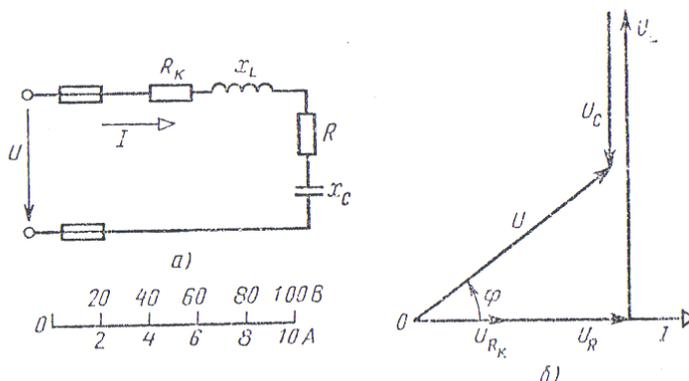

Рис. 3
сопротивлением $r_k = 3 \text{ Ом}$ и индуктивным $x_L = 12 \text{ Ом}$, активное сопротивление $R = 5 \text{ Ом}$ и конденсатор с сопротивлением $x_C = 6 \text{ Ом}$ (рис. 3, а). К цепи приложено напряжение $U = 100 \text{ В}$ (действующее значение). Определить: 1) полное сопротивление цепи; 2) ток; 3) коэффициент мощности; 4) активную, реактивную и полную мощности; 5) напряжение на каждом сопротивлении. Начертить в масштабе векторную диаграмму цепи.
■ ПОСТРОЕНИЕ С векторной диаграммы начинаем с выбора масштаба для тока к напряжению. Задаемся масштабом по току: в 1 см — 2,0 А и масштабом по напряжению: в 1 см — 20 В. Построение векторной диаграммы (рис. 3.б) начинаем с вектора тока, который откладываем по горизонтали а масштабе $10 \text{ Д/2} = 10 \text{ А/2 А/см} = 5 \text{ см}$.